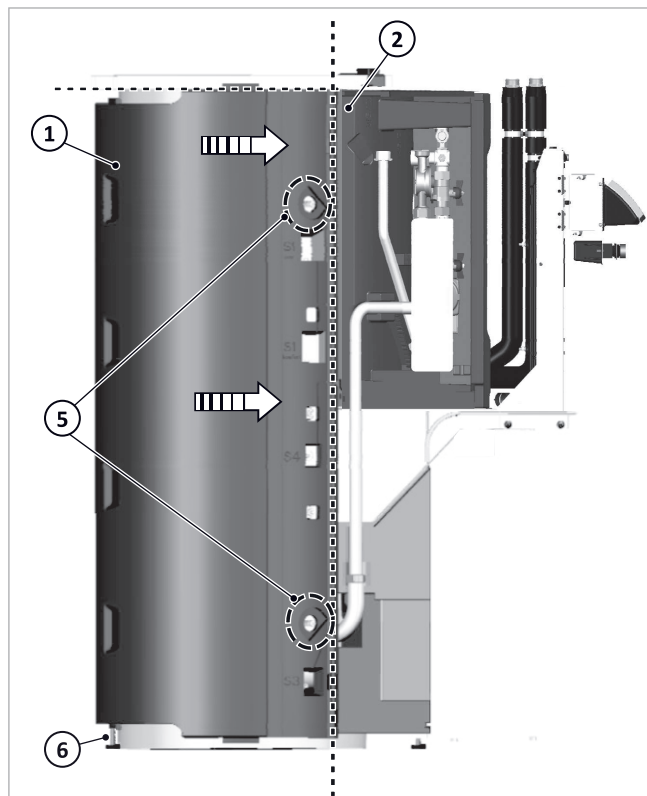

Fig. 15: Colocación del aislamiento posterior del recipiente
- Fije mediante la arandela acodada (3) y el tornillo (4) el aislamiento del recipiente en el recipiente en la parte superior e inferior → Fig. 15 (5).
- conexión superior recta del aislamiento posterior del recipiente → Fig. 15 (1) con el aislamiento de la estación (2)
- enrasado en vertical con el aislamiento de la estación → Fig. 15 (2) y alineado con respecto al aislamiento de la brida.
- Desenrosque el pie → Fig. 15(6) hasta el suelo.